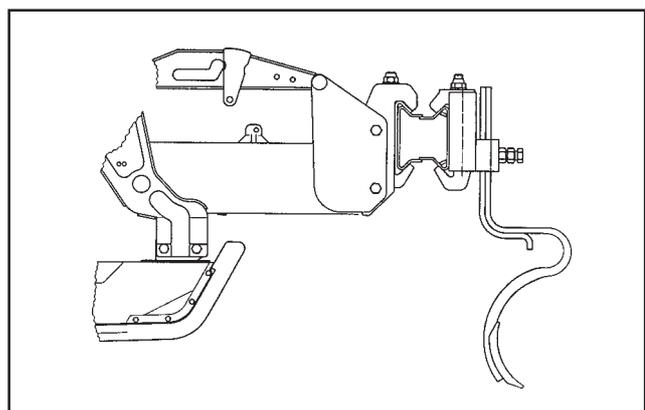

Fig. 12.6
12.5.3 Steinräumer (Fig. 12.6) für Classic-Säagregat, Best.-Nr.: 916 216